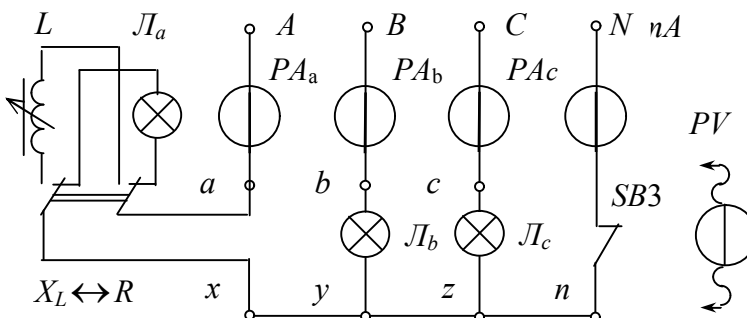

Рис. 16.13
1. Скласти електричне коло (рис. 16.13), під'єднати його до клем штатива А, В, С, N трифазної напруги  $\langle 3 \sim 220 \text{ В} \rangle$ . Визначити порядок чергування фаз. Для цього в колі (рис. 16.13) замість індуктивної котушки L під'єднати